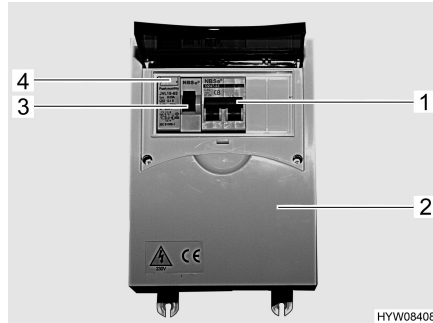

Fig. 52 Coffret de fusibles 230 V avec disjoncteur de protection de circuit et disjoncteur FI
Un disjoncteur différentiel (disjoncteur FI) (Fig. 52,3) dans le coffret de fusibles (Fig. 52,2) protège tout le véhicule contre le courant différentiel (0,03 A).
Le disjoncteur de protection de circuit connecté en aval (10 A) (Fig. 52,1) protège les prises de courant de 230 V, le réfrigérateur et le bloc électrique.
- Lorsque le véhicule est raccordé à l'alimentation 230 V, appuyer sur la touche de contrôle (Fig. 52,4). Le disjoncteur différentiel (FI) doit se déclencher.